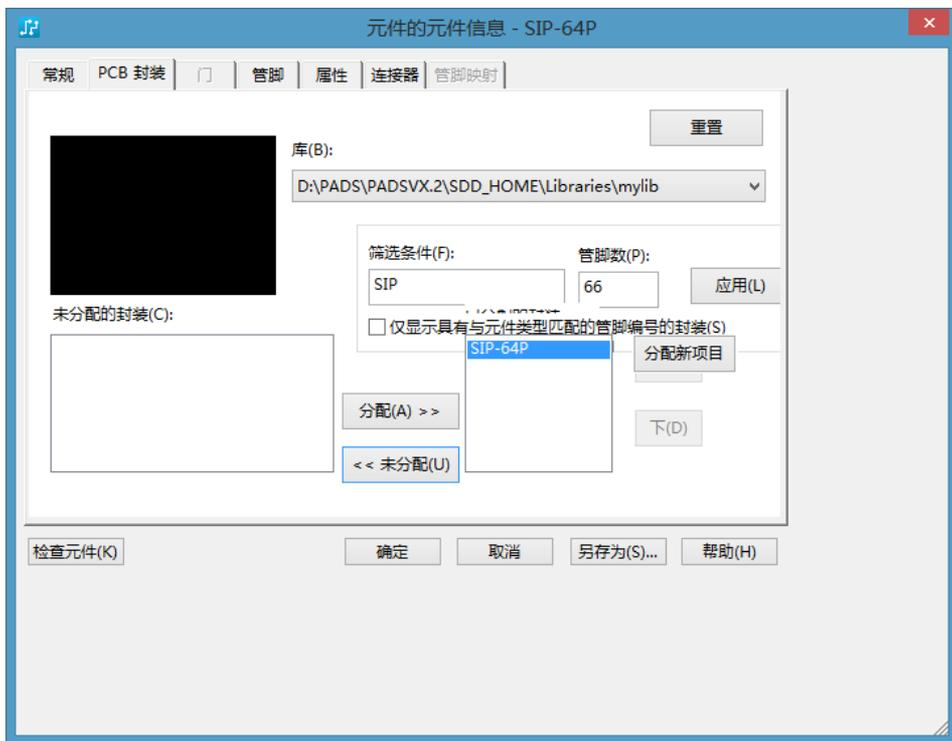

图 9-42 移动封装
- 4) 单击“分配”按钮，移动该封装到“分配的封装”列表框中，如图 9-42 所示。